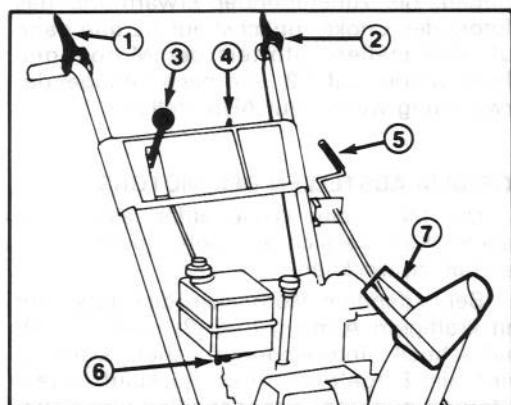

Abbildung 13
Räumwerkupplungshebel (Abb. 13) — Dieser Hebel hat zwei Stellungen: EIN und AUS. Zum Einschalten des Räumwerks und Gebläses den Hebel zum linken Griffholm drücken. Um den Antrieb zu stoppen, den Hebel loslassen.
Antriebshebel (Abb. 13) — Zur Betätigung des Antriebs, den Hebel zum linken Griffholm drücken. Um den Antrieb zu stoppen, den Hebel loslassen.
Geschwindigkeitsschalter (Abb. 13) — Dieser Schalter hat vier Stellungen: Rückwärts, 1, 2 und 3. Zum Einlegen der Gänge den Hebel in die gewünschte Stellung bringen. Der Hebel sperrt sich in jeder Gangstellung in die entsprechende Kerbe. Die Stellungen 1, 2 und 3 entsprechend der Schneeverhältnisse verwenden.
Zündschloß (Abb. 13) — Das Zündschloß hat zwei Stellungen: EIN und AUS. Den Zündschlüssel EIN drehen, ehe der Motor mit dem Rücklaufstarter angeworfen wird. Zum Abstellen des Motors den Schlüssel auf AUS drehen.
Benzinhahn (Abb. 13) — Der Benzinhahn befindet sich unten am Kraftstofftank. Den Benzinhahn schließen, um den Kraftstofffluß vom Kraftstofftank zu stoppen. Den Hahn öffnen, damit das Benzin in den Vergaser fließen kann. Den Benzinhahn schließen, wenn die Fräse nicht im Betrieb ist.
Auswurfschwenkkurbel (Abb. 13) — Wird die Kurbel nach rechts gedreht, schwenkt der Auswurf nach links; wird die Kurbel nach links gedreht, so schwenkt der Auswurf nach rechts.
Griff am Ablenkblech (Abb. 13) — Der Ablenkblech-Griff sitzt oben am Auswurf und bestimmt die Schneeaushöfhe.
3. Den Benzinhahn unten am Kraftstofftank öffnen (Abb. 13).
5. Den Zündschlüssel auf EIN drehen (Abb. 13).
1. Räumwerkupplungshebel und Antriebshebel lösen (Abb. 13)